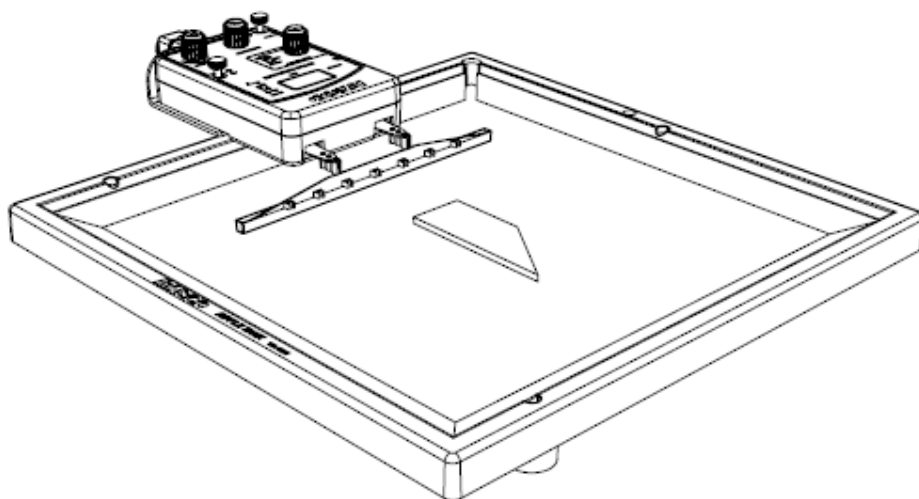

Figure 2.2: Position du prisme dans la cuve
1. Placer le prisme au milieu de la cuve suivant la figure 2.2 à 5cm environ de l'excitateur ondes planes